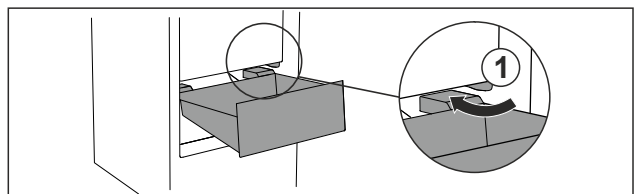

Fig. 67
- ▶ Schubfach schräg um die Stopper Fig. 67 (1) herumführen.